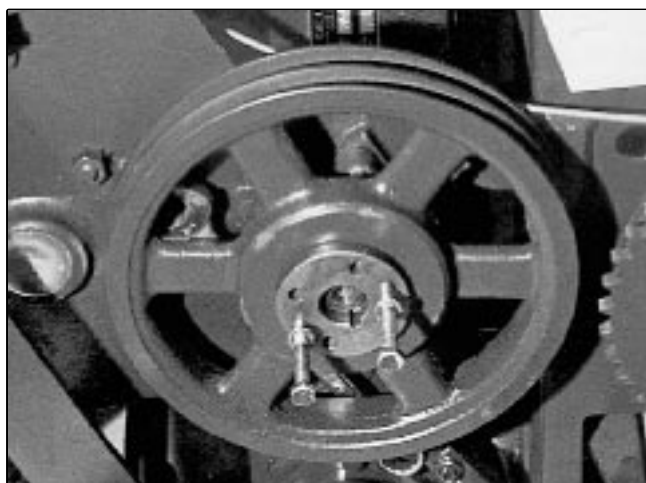

Figura 42
4. Remueva los cuatro (4) tornillos que están asegurando el centro a la polea. Inserte dos (2) tornillos en los hoyos del centro y apriételos en contra de la polea. Golpee la polea con un martillo suave (de goma, latón o plomo) y continúe girando los tornillos aproximadamente $\frac{1}{2}$ vuelta cada vez. Alterne los tornillos hasta que el centro esté libre de la polea y remueva la misma del eje. Vea la Figura 42.